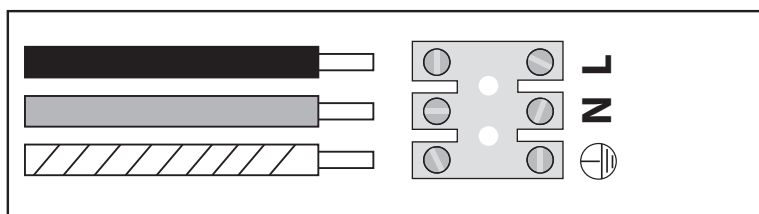

Fig.10
• Collegamento elettrico (Fig.10):